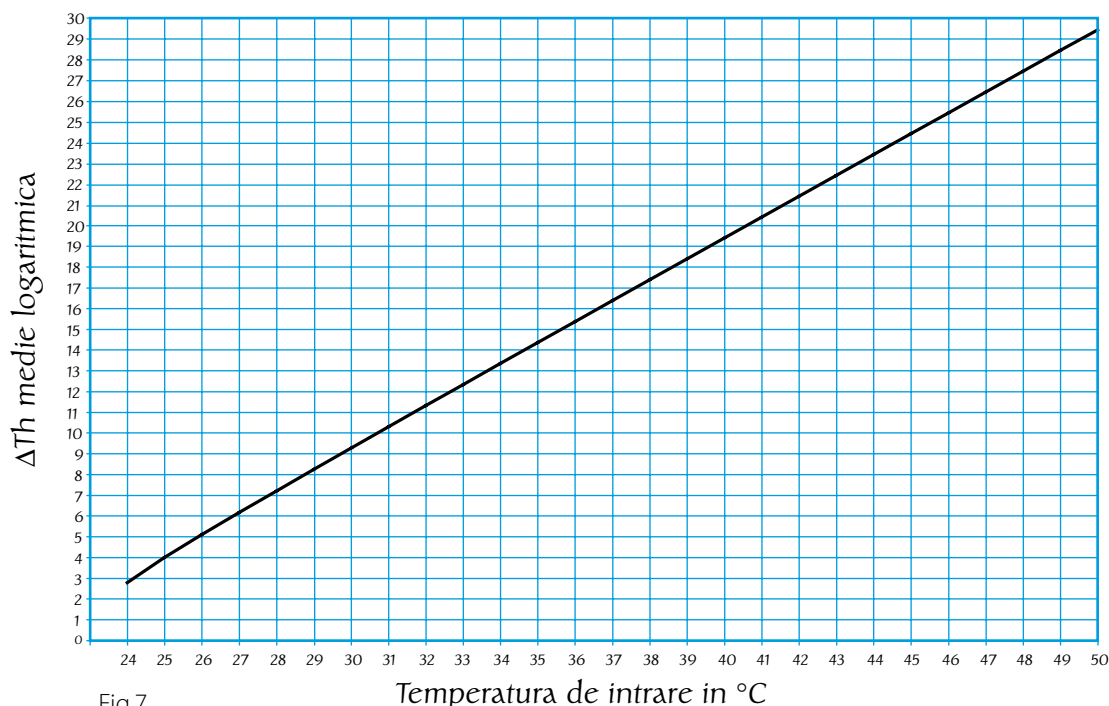
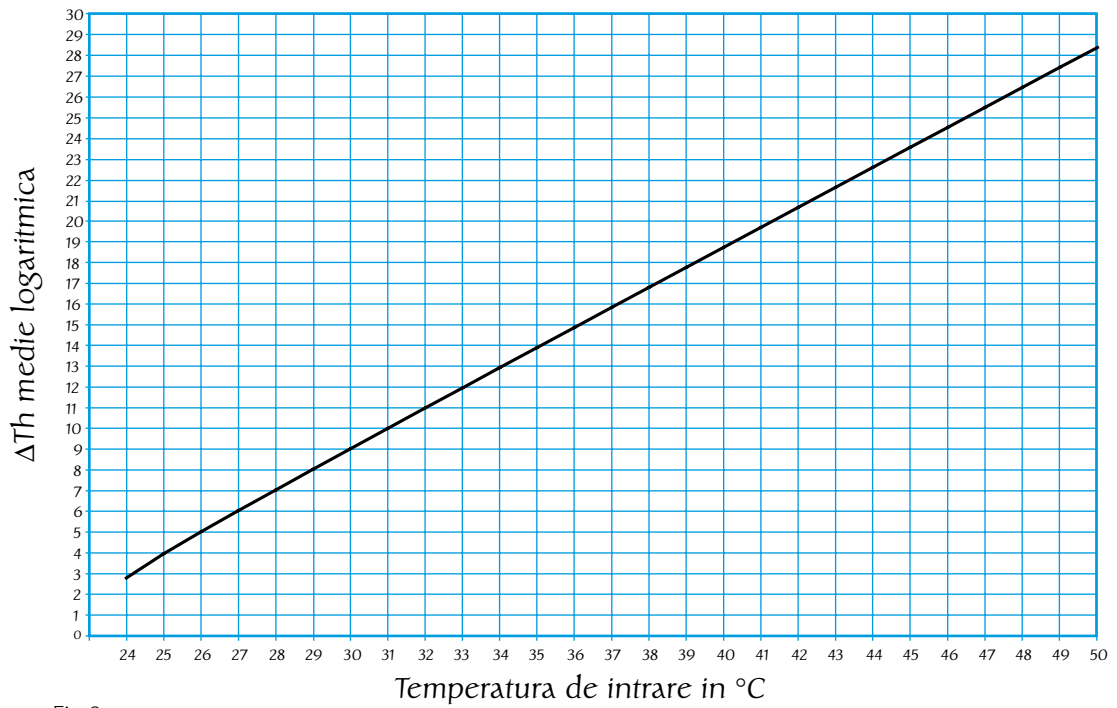
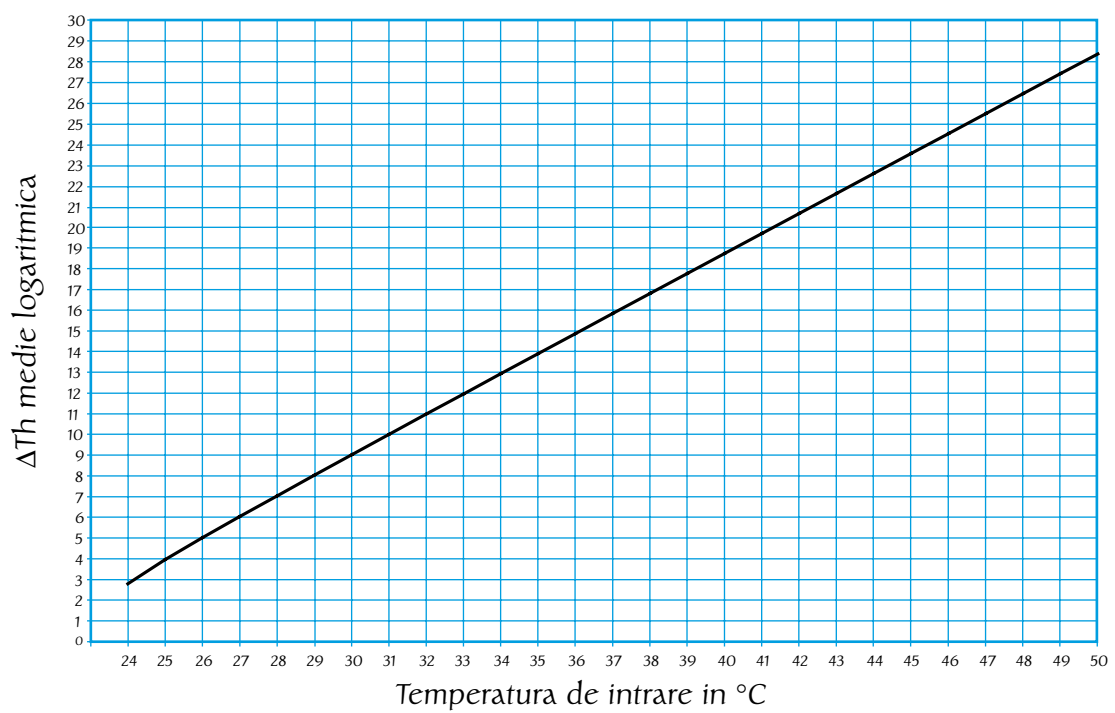

Fig.7
Fig.8
Fig.9
- 1) Se stabileste care poate fi temperatura maxima din turul instalatiei consultand diagrama din fig.7, fig.8 sau fig.9 in functie de temperatura ambientului prevazuta pentru 18°C, 20°C, 22°C.